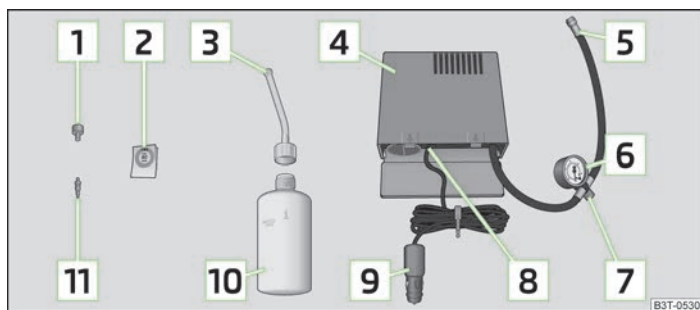

Fig. 177 Componentes del kit de averías
- Pegar la etiqueta adhesiva **2** » fig. 177 de la página 212 sobre el cuadro de mandos en el campo visual del conductor.
- Agitar la botella de inflado de neumáticos **10** » fig. 177 de la página 212 fuertemente varias veces.
- Enroscar el tubo flexible **[5]** » fig. 177 de la página 212 del compresor de aire fijamente en la válvula del neumático.